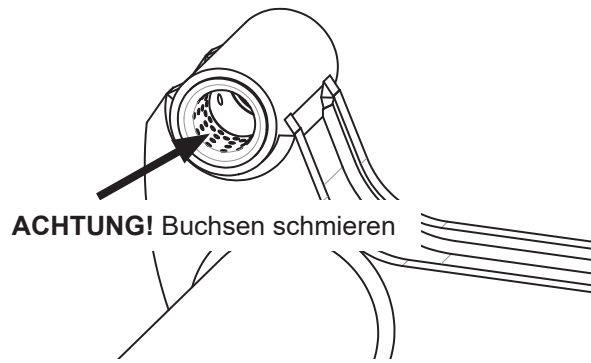

Abbildung 50. Nehmen Sie eine gründliche Initialschmierung der Metallbuchsen vor.
2. Schmieren Sie die Metallbuchsen an der oberen Armlagerung und vergewissern Sie sich, dass die kleinen Öffnungen auf der Buchseninnenseite mit Fett gefüllt sind. Siehe Abbildung 50.